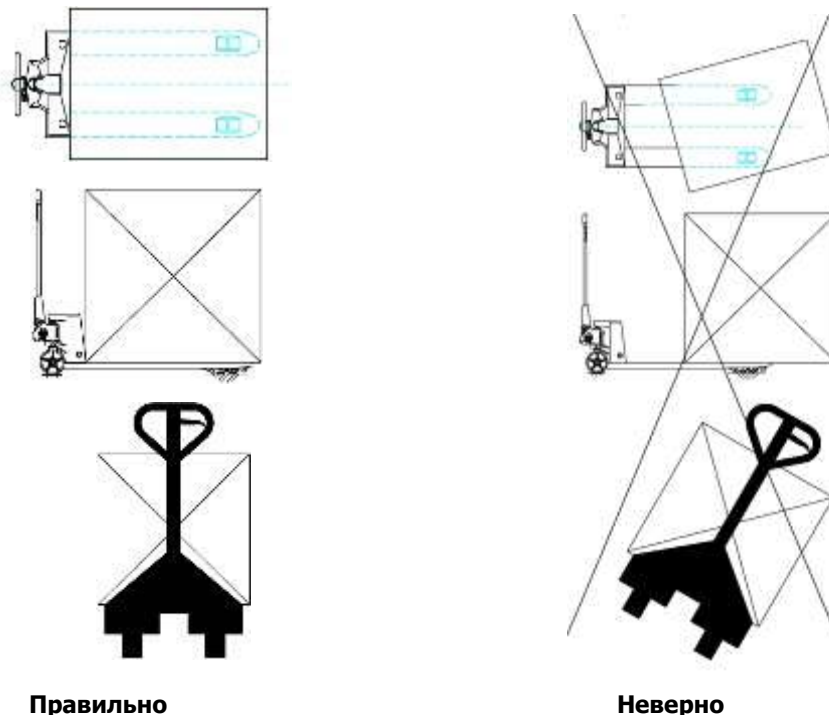

Рисунок 8.
- Центр силы тяжести груза должен быть размещен между двух вилок. Неравномерная нагрузка вызовет опрокидывание тележки после разгрузки груза. См. рисунок 8.